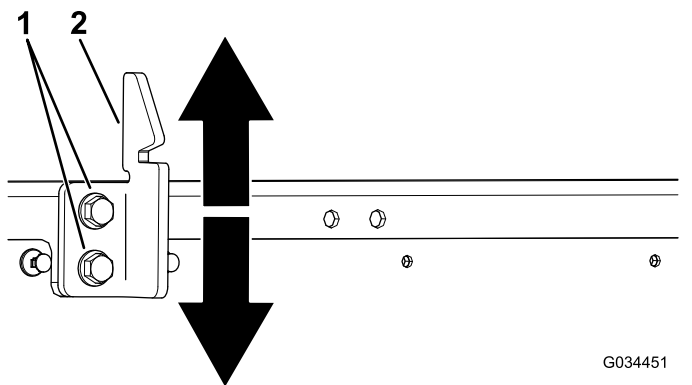

Bild 52
3. Lösen Sie die zwei Schrauben am Schlagbolzen des Boxriegels und bewegen Sie den Schlagbolzen nach oben oder unten, je nach dem, ob der Schlagbolzen zu hoch oder zu niedrig ist (Bild 52).
4. Ziehen Sie die zwei Schrauben am Schlagbolzen des Boxriegels an (Bild 52).